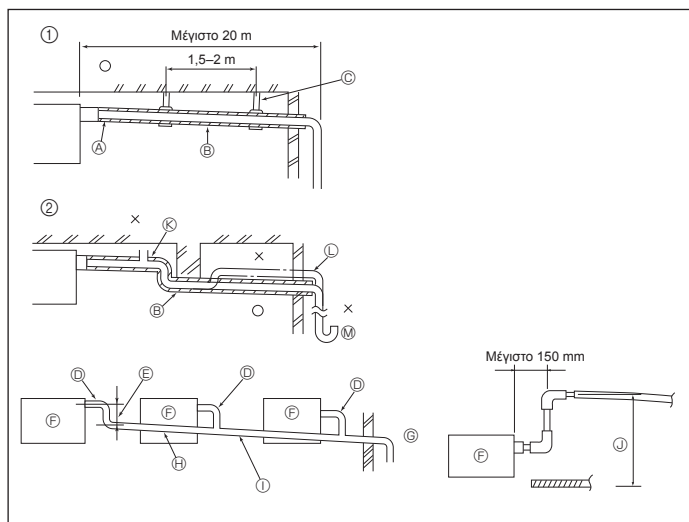

Fig. 6-1
6.1. Εργασίες Σωληνώσεων Αποχέτευσης (Fig. 6-1)
- ① Σωστή σωλτνωση
- ② Λανθασμένη σωλτνωση
- ③ Μόνωση (9 mm ή περισσότερο)
- ④ Κλίση προς τα κάτω (1/100 ή περισσότερο)
- ⑤ Σωστή σωλτνωση
- ⑥ Λανθασμένη σωλτνωση